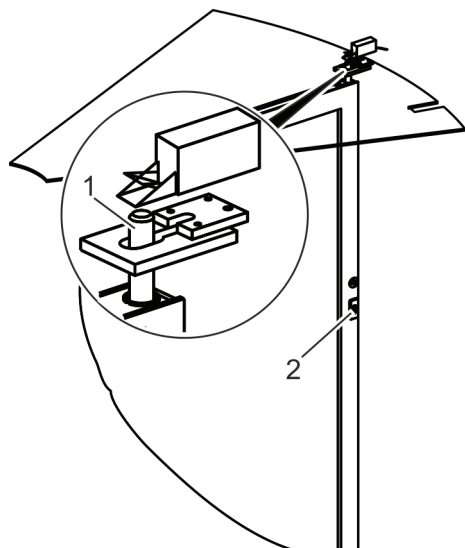

Рис. 40 Напольное блокировочное устройство (пример)
1. **i** При наличии складных створок блокировочное устройство со штангой нужно выровнять две створки относительно запорной планки (рис. 40).
Выровнять блокировочное устройство со штангой (рис. 40/1) в створке относительно стопорной планки в потолке.
2. Заблокировать створку с помощью квадратного ключа (рис. 40/2).
3. Заблокировать блокировочное устройство со штангой с помощью цилиндра замка (рис. 40/2), повернув его на два полных оборота.